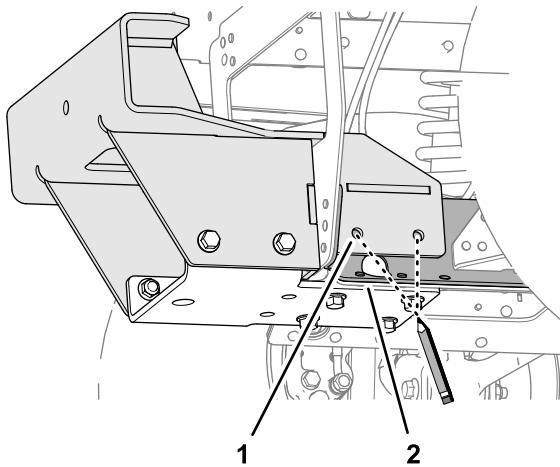
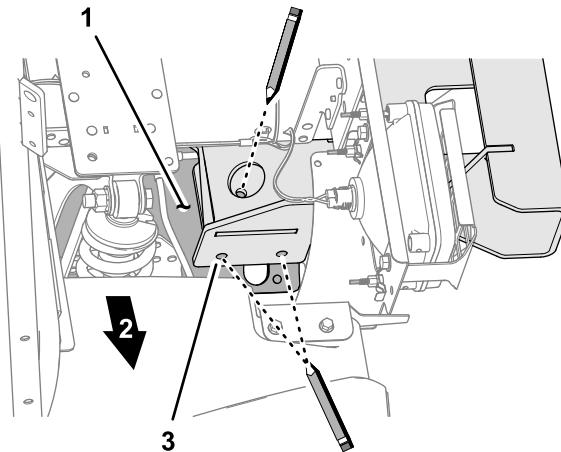
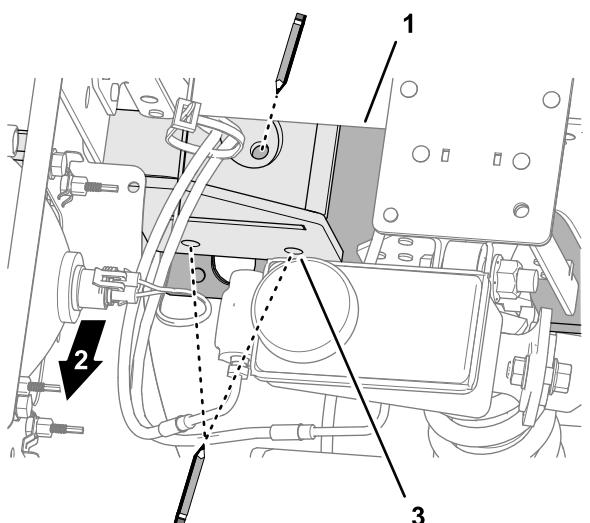

Рисунок 53
Рисунок 55
Рисунок 54
2. Разметьте расположение 6 отверстий нижнего кронштейна на средней пластине швейлера, как показано на Рисунок 53, Рисунок 54 и Рисунок 55.